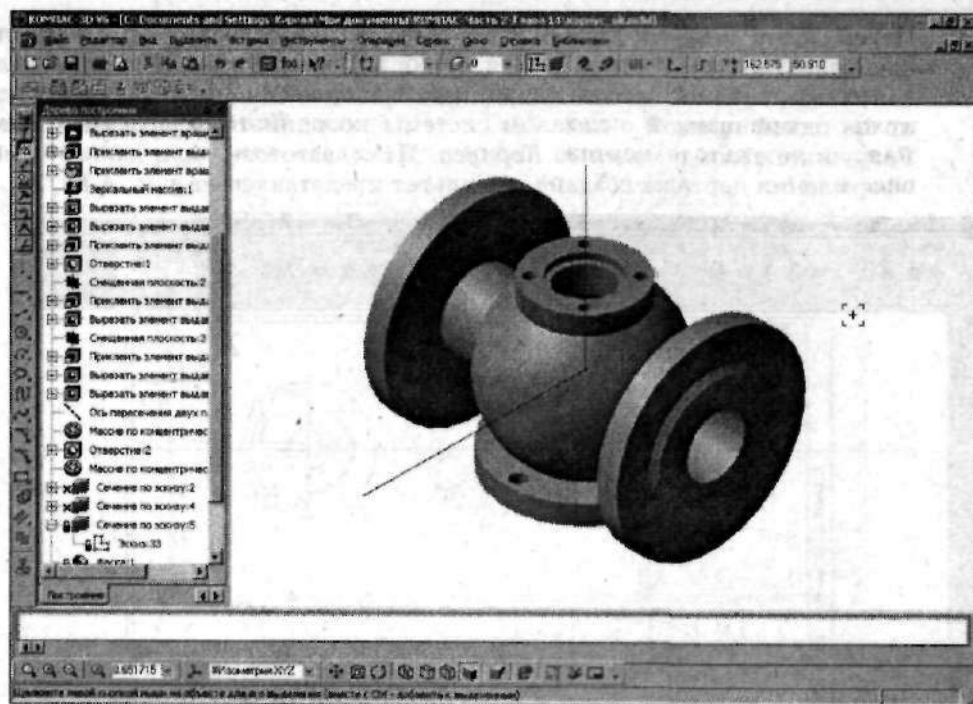

Рис. 4.52. Создайте эскиз нового сечения в вертикальной плоскости
18. В вертикальной плоскости (плоскости XY) постройте эскиз, как показано на рис. 4.52.